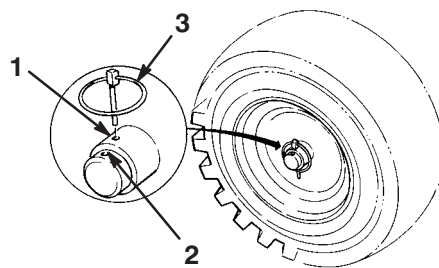

Figure 5
7. Glissez les roues vers l'intérieur et insérez les goupilles dans les trous du moyeu et le trou *intérieur* de l'essieu (Fig. 5).